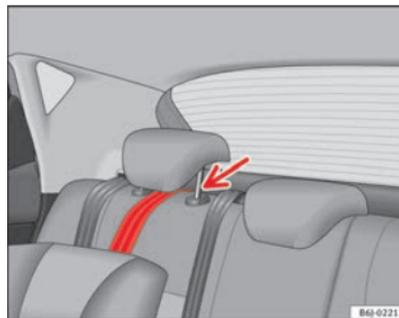

Fig. 28 Correia de fixação: ajuste correcto e montagem
- Passar a correia de fixação do Top Tether por baixo do encosto de cabeça do lugar traseiro ⇒ **página 49, fig. 28** (levantar o encosto de cabeça se for necessário).